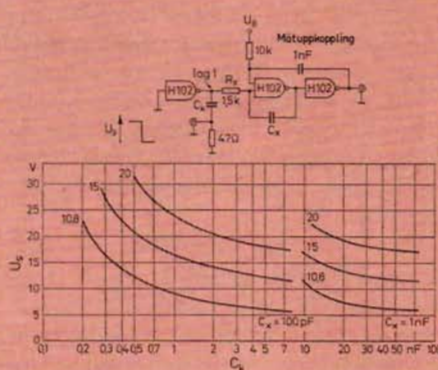

Fig 4. Störspänningen som funktion av kopplingskondensatorn vid läge logisk "1".
*Fig 4* visar störspänningen  $U_s$  som funktion av kopplingskapacitansen  $C_x$  vid läge logisk "1". Vid läge logisk "0" avleds störspänningarna lågohmigt över den seriekopplade uttransistorn hos den förkopplade grinden och är, jämfört med störpulserna vid logisk "1", ej kritiska.